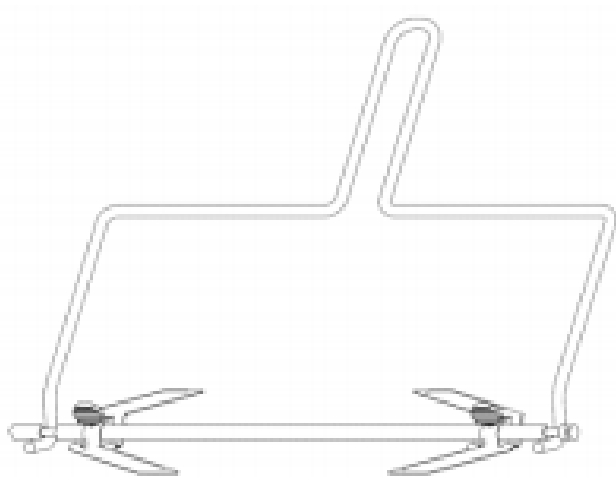

Fig. 7
- Folosiți întotdeauna mânerul rotisorului pentru a scoate frigăruia din cuptor când este fierbinte. Așezați capetele cu cârlige ale mânerului rotisorului sub frigăruie și în creștături (Fig. 7 și 8) și ridicați-o.